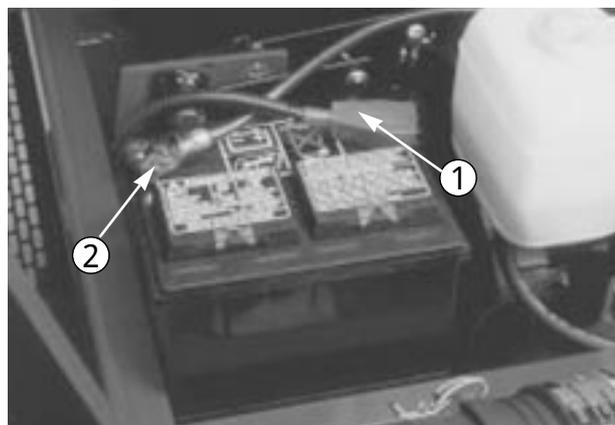

図2
3. 赤い (+) ケーブルを (+) 端子にナットで確実に固定する (図2)。
4. 黒い (-) ケーブルをバッテリーの (-) 端子にナットで確実に固定する (図2)。